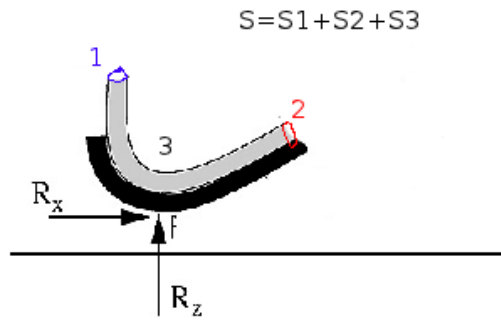

Figure 4 : volume de contrôle  $S$ .
2. On applique le théorème de la conservation de la quantité de mouvement en régime permanent sur un volume de contrôle délimité par la surface  $S$  (voir figure 4) :